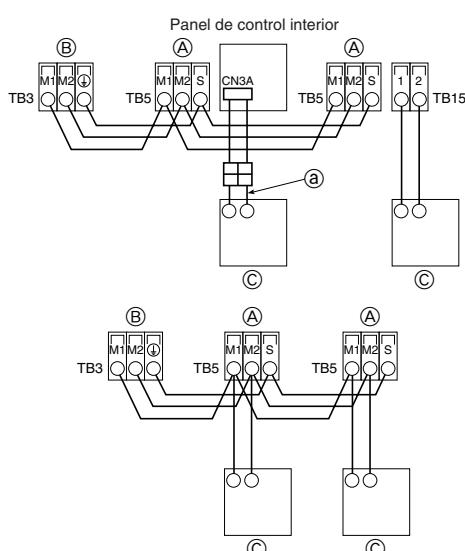

Fig. 7-2
7.2. Conexión de los cables de transmisión del mando a distancia y de las unidades exterior e interior (Fig. 7-2)